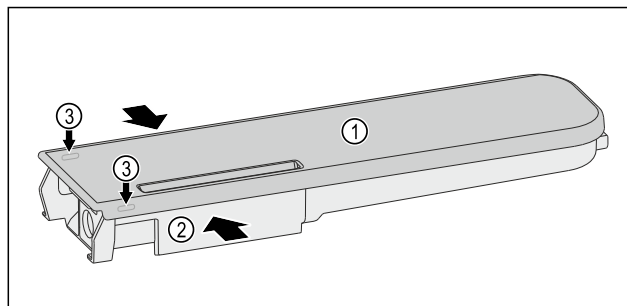

Fig. 231
- ▶ 挤压水容器 Fig. 231 (2)，然后小心地将盖子 Fig. 231 (1) 从锁定凸耳 Fig. 231 (3) 上撬起并向上拉。
- ▶ 略微来回移动盖子 Fig. 231 (1)，然后将其向上取下。